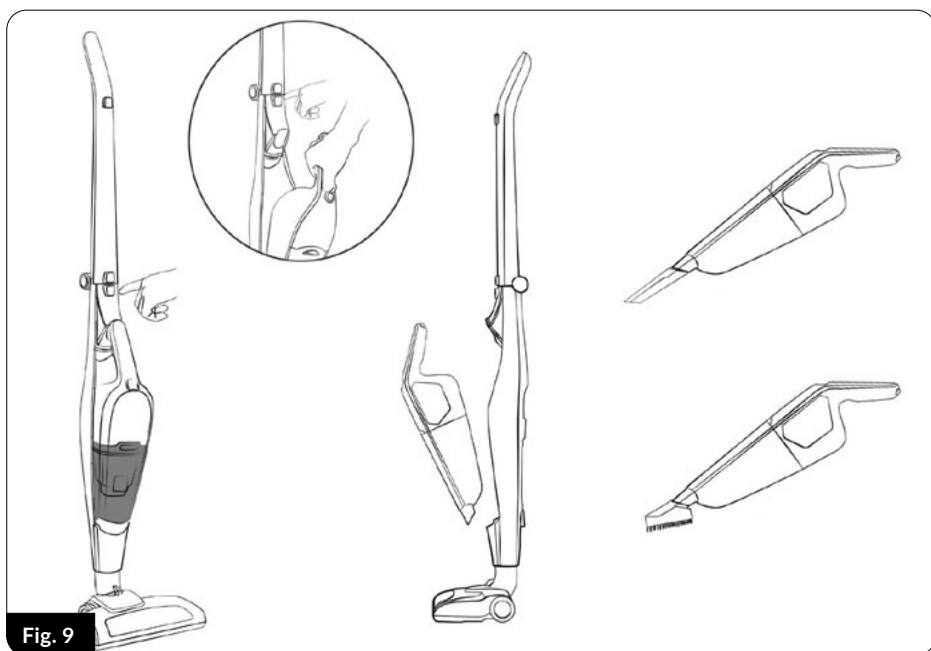

Fig. 9
4. Junto con la aspiradora se activa un cepillo eléctrico (15) con LED (16) que ilumina la superficie aspirada. El cepillo eléctrico multifuncional es adecuado para aspirar todo tipo de superficies duras y alfombras.
5. El uso de accesorios adicionales de la aspiradora (cepillo pequeño, cepillo para hendiduras) es posible después de retirar la aspiradora del mango principal. Pulse el botón (4) y retire la aspiradora del mango principal (2) y, a continuación, conecte el accesorio adecuado al extremo de la aspiradora (fig.9).